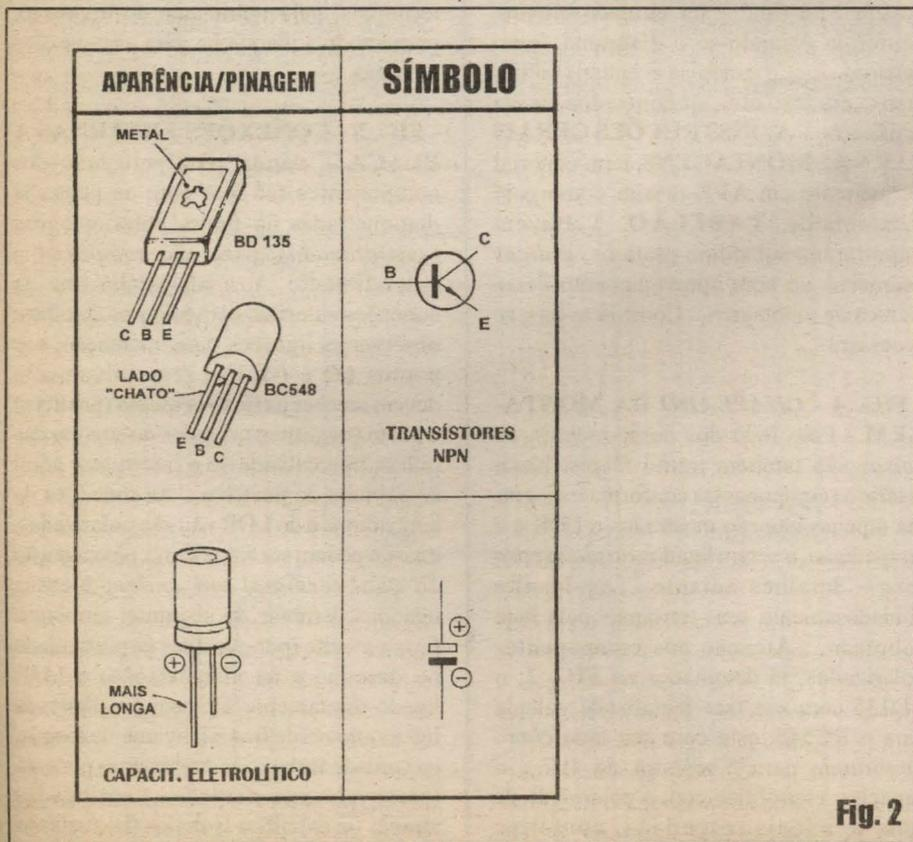

Fig. 2
- **FIG. 2 - PRINCIPAIS COMPONENTES DA MONTAGEM** - Excepcionalmente em APE, apenas aqui **dentro da AULA PRÁTICA** do ABCDE, costumamos **dar um boi à turma**, detalhando os aspectos, pinagens e símbolos dos componentes polarizados, de modo que ninguém possa enganar-se ou **trocar as bolas** na hora de ligá-los definitivamente ao circuito... Assim, o diagrama mostra os dois transistores e o capacitor eletrolítico, com os mencionados detalhes identificatórios... Observar que no BD135 o referencial é dado por sua face metalizada, no BC548 o